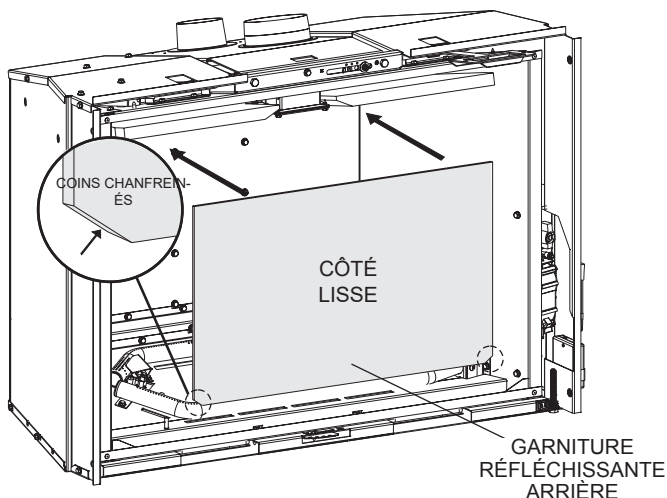

Figure 11
11. Insérer le panneau arrière en le centrant dans l'âtre (avec le côté lisse vers l'avant) et en plaçant les coins chanfreinés vers le bas. **Voir Figure 11.**